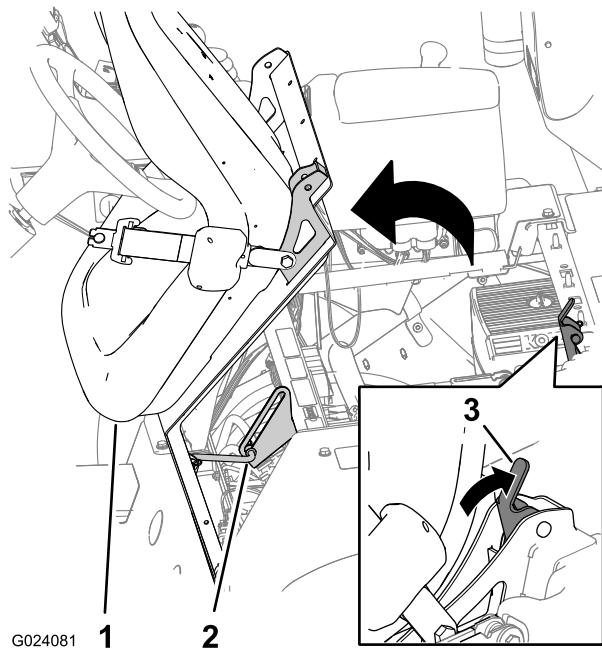

图3
- 向后推动座椅闩锁手柄打开座椅的闩锁 图3。
- 向前旋转座椅和座椅底板直到支撑杆的端部处于支架槽的底部 图3。